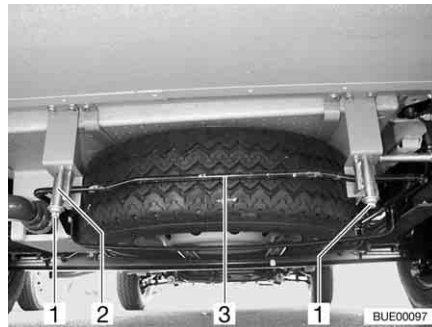

Fig. 199 Soporte para rueda de repuesto (cesto de alojamiento)
- Aflojar las tuercas (Fig. 199,1) de los ganchos izquierdo y derecho (Fig. 199,2) del soporte de la rueda de repuesto.
- Presionar estribo (Fig. 199,3) un poco hacia arriba. Al mismo tiempo tirar el gancho hacia abajo y desenganchar el estribo.